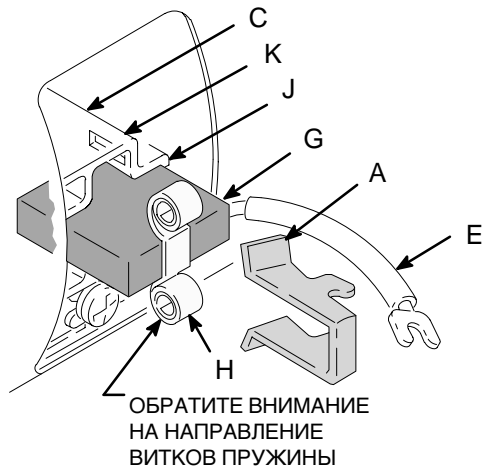

Рис. 9
7. Рис. 9. Установите новую щетку (G) с выводом в длинный паз (J) держателя щеток (C).
9. Рис. 9. Установите пружину (H) на щетку (G).
10. Рис. 9. Установите пружинный зажим (A). Опустите его так, чтобы короткие пазы (K) вошли в держатель щеток (C).